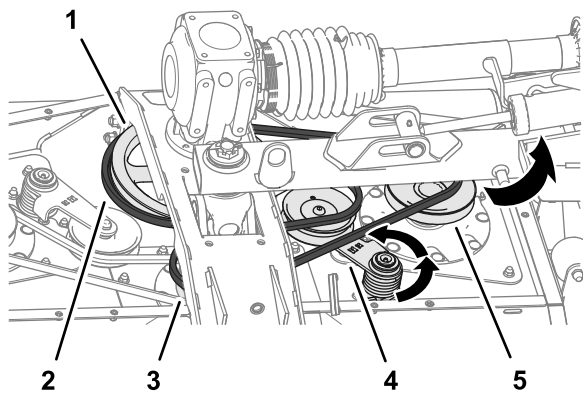

Рисунок 59
- С помощью монтировки или аналогичного инструмента поверните натяжитель длинного ремня против часовой стрелки и снимите ремень со шкива натяжителя (Рисунок 59).
3. Сдвиньте длинный ремень с ведущего шкива, шкива среднего шпинделя и шкива правого шпинделя (Рисунок 59).